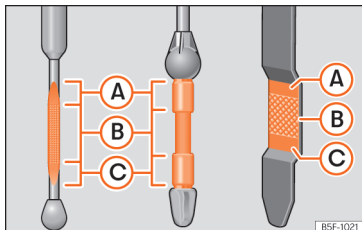

Fig. 287 Asta di misurazione livello olio motore.
- In seguito, estrarla di nuovo e controllare il livello dell'olio » fig. 287. Se necessario, rabboccare dell'olio.
- Quando il livello raggiunge almeno la zona »» » **fig. 287 (B)**, avvitare attentamente il tappo del bocchettone di rifornimento »» » **ⓘ**.
Se il livello dell'olio si trova al di sopra della zona »» » **fig. 287 (A), non avviare il motore. Pericolo di danni al motore e al catalizzatore! Rivolgersi presso un'officina specializzata.**
Il livello dell'olio non deve superare assolutamente il settore »» » **fig. 287 (A). L'olio in eccesso potrebbe altrimenti essere aspirato attraverso lo sfianto del basamento ed essere liberato nell'atmosfera attraverso l'impianto di scarico.**